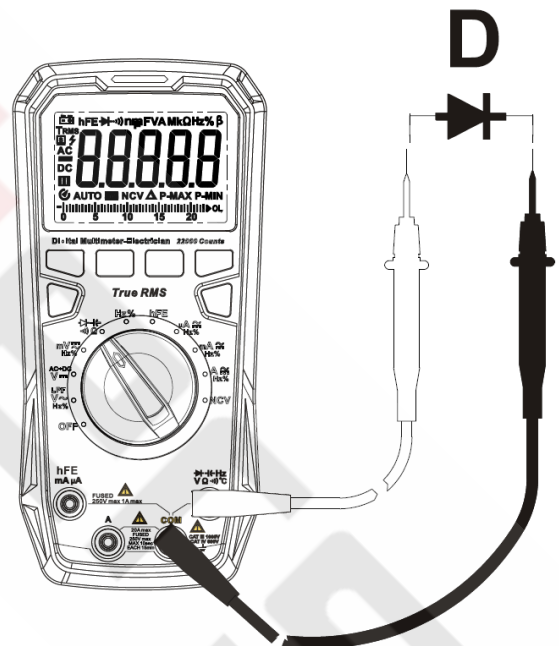

Рисунок 10
8.7. Проверка диодов (см. рисунок 10)